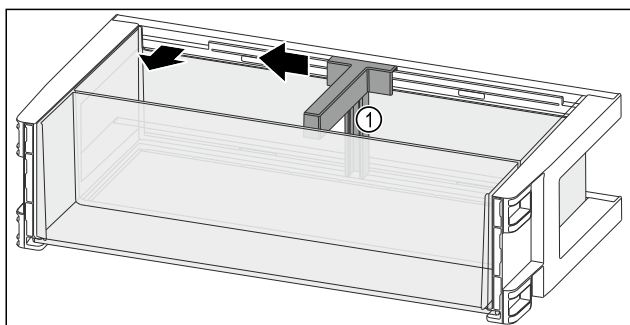

Fig. 92
- Držač za boce Fig. 92 (1) pogurnite do otvora na stranu.
- Izvadite držač za boce Fig. 92 (1).